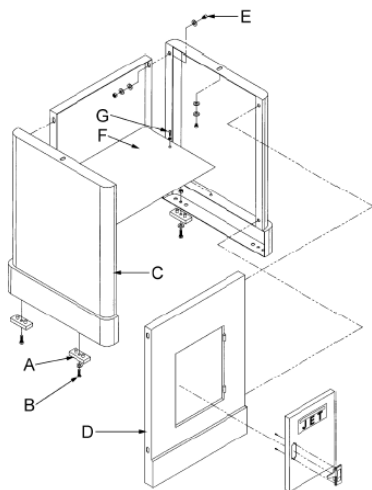

Рис. 1
Закрепите четыре резиновых основания (А) Рис. 1 на боковой стороне станины с помощью 4 винтов, 4 шайб и 4 шестигранных гаек.
Скрепите боковые части (С) Рис. 1 и переднюю панель (D) с помощью 4 шестигранных болтов, 8 шайб, 4 гроверов и 4 шестигранных гаек (E). Закрепите полку (F) двумя винтами М5 (G) с двумя гроверами. Закрепите заднюю стенку и перед тем, как затянуть все болты, проследите, чтобы станина устойчиво стояла на ровной поверхности.